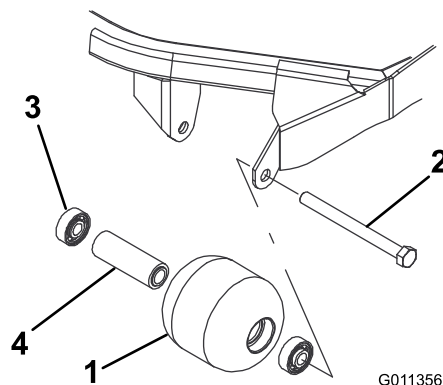

Figura 82
1. Rimuovete il bullone di montaggio del rullo (Figura 82).
4. Verificate la presenza di eventuali danni sull'alloggiamento, sui cuscinetti e sul distanziale del cuscinetto del rullo (Figura 82).
1. Montate il primo cuscinetto premendolo nell'alloggiamento all'interno del rullo (Figura 82). Premete soltanto sulla pista esterna o, in misura uguale, sulla pista interna ed esterna.
2. Inserite il distanziale (Figura 82).
3. Spingete il secondo cuscinetto nell'alloggiamento all'interno del rullo (Figura 82) premendo in misura uguale sulla pista interna ed esterna, fino a quando la prima pista non tocca il distanziale.